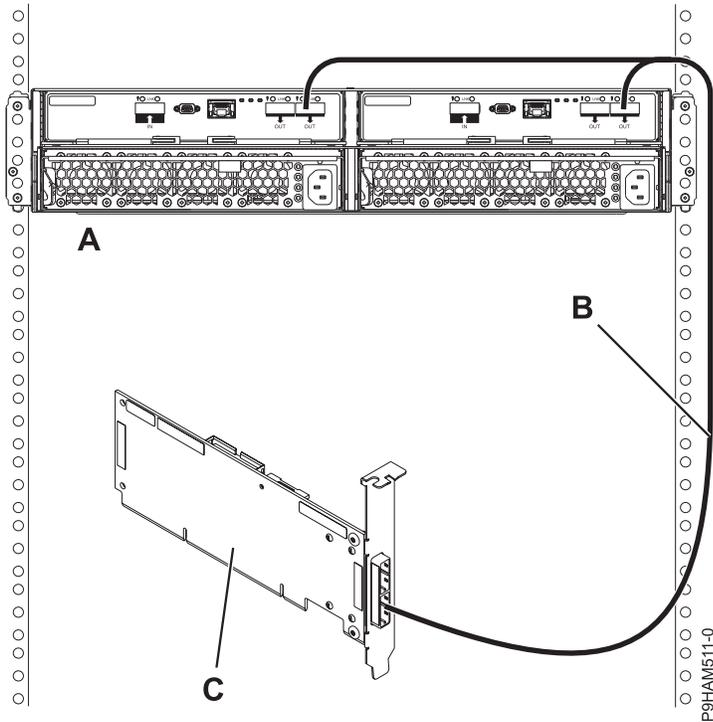

Figure 23. Connexion de mode 1 d'un boîtier via un câble YO à un adaptateur SAS unique
14. Effectuez une connexion de mode 1 d'un boîtier (A) via un câble YO (B) à un adaptateur SAS unique (C) comme illustré dans la figure 23, à la page 22, puis passez à la section «Connexion des câbles et des cordons d'alimentation et installation des capots», à la page 29.
**Remarque :** L'adaptateur SAS unique (C) peut accéder à l'ensemble des 24 baies d'unité.